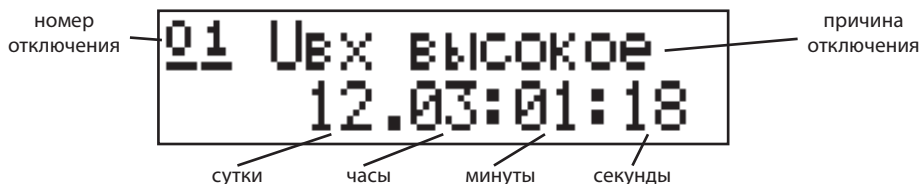

Рис. 17. Вид ЖК-индикатора в режиме просмотра журнала защитных отключений
- время работы аппарата прошедшее от момента защитного отключения (см. рис. 17);